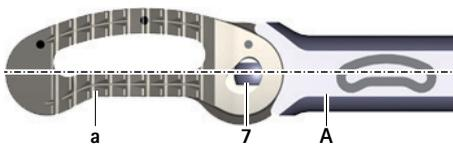

Fig. 8 Implante na posição 0°
- ▶ Segurar o implante de ensaio D na posição 0° no instrumento introdutor A, ver Fig. 8.
- ▶ Segurar o implante na posição 0°, ver Fig. 8.